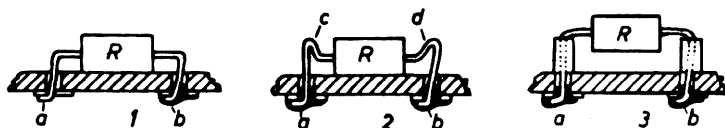

Fig. 24.5. - Sistemazione di componente su circuito stampato.
Se è necessario togliere l'intero componente difettoso, con i suoi terminali, allora il nuovo componente va fissato come indica la fig. 24.5 in (1); i terminali vanno anzitutto accorciati quanto occorre, quindi vanno piegati sotto la piastra come indicato in (a), e poi saldati come in (b).